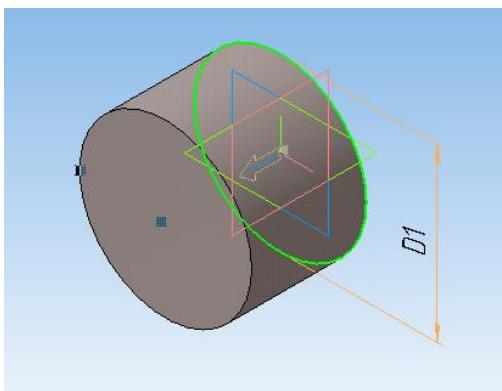

Рисунок 27
2. Перейдите в **Эскиз**. Создайте окружность диаметром **D1** согласно вашему варианту и зафиксируйте в центре осей координат (рисунок 27).